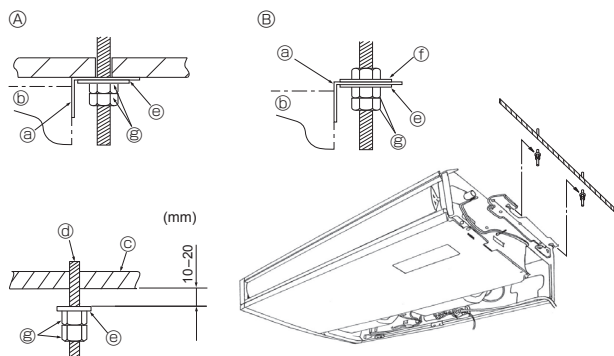

Fig. 3-5
3.3. Montere innendørsenheten (Fig. 3-5)